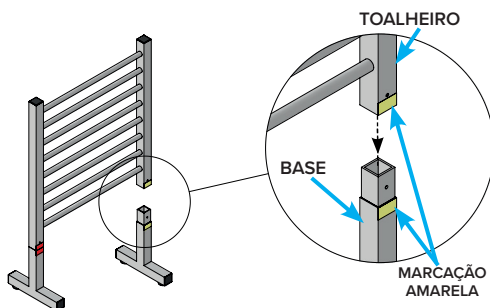

Figura 18 – Instalação das Bases no Toalheiro
**2. ALINHAR** os tubos verticais do Toalheiro com os tubos das Bases. **INSTALAR** a Base com marcação Amarela no tubo vertical com marcação amarela do Toalheiro. Da mesma forma, com a Base e tubo vertical com marcação vermelha (Figura 18);